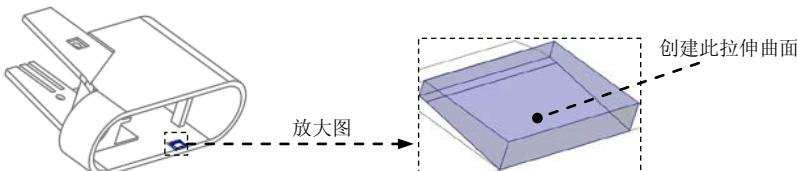

图 19.12 创建拉伸曲面
Step4. 通过拉伸的方法创建图 19.12 所示的曲面。
(1) 单击 **编辑模具体积块** 操控板 **形状** ▾ 区域中的  按钮, 此时系统弹出“拉伸”操控板。